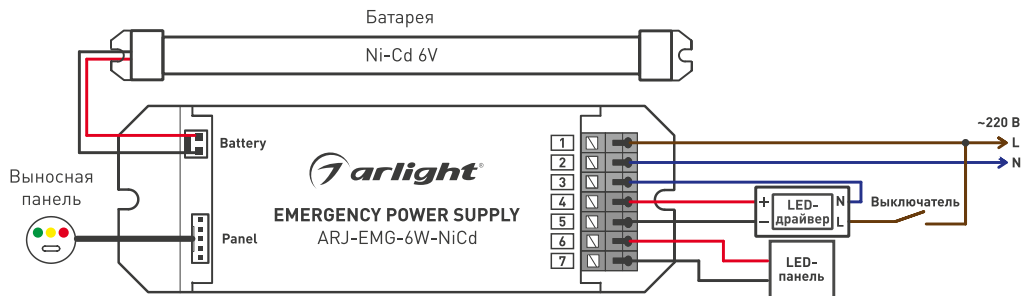

Рисунок 1. Стандартная схема подключения
- 3.4. Подключите провода батареи к разъему источника питания (предварительно разъем прежней батареи должен быть отключен). Смотрите рисунок 1.